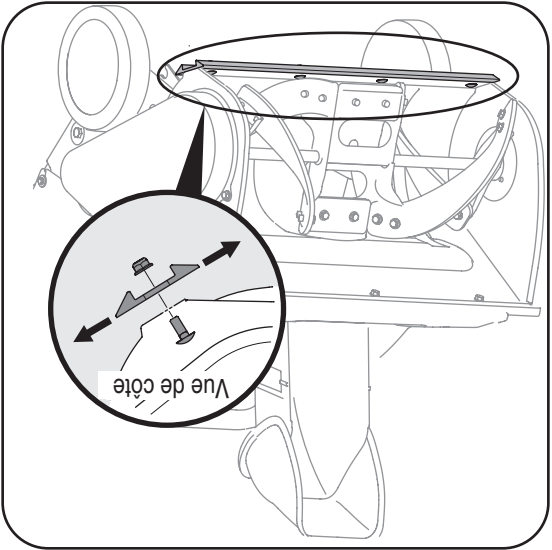

Figure 7
2. Pour ajuster, basculez la souffieuse en arrière pour qu'il repose sur le guidon. Desserrez les écrous à six pans et les boulons ordinaires qui maintiennent la plaque de raclage au logement. Voir la Figure 7. Ajustez la plaque de raclage à la position voulue et serrez à fond les écrous à six pans et les boulons ordinaires.
La plaque de raclage s'usera et devrait être vérifiée périodiquement. La plaque de raclage a deux côtés d'usage et peut être renversé après que un côté s'use. Voir la Figure 7. Pour remplacer ou renverser la plaque de raclage, procédez comme suit: